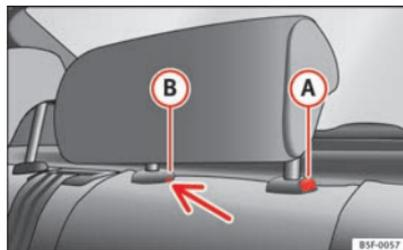

Fig. 82 Appuie-tête central arrière : point de déverrouillage
- Pour régler l'appuie-tête à une hauteur inférieure, appuyez sur la touche A ⇒ fig. 82 et déplacez-le vers le bas.
- Appuyez sur la touche **(A)** ⇒ fig. 82 et retirez en même temps l'appuie-tête du dossier ⇒ ⚠.